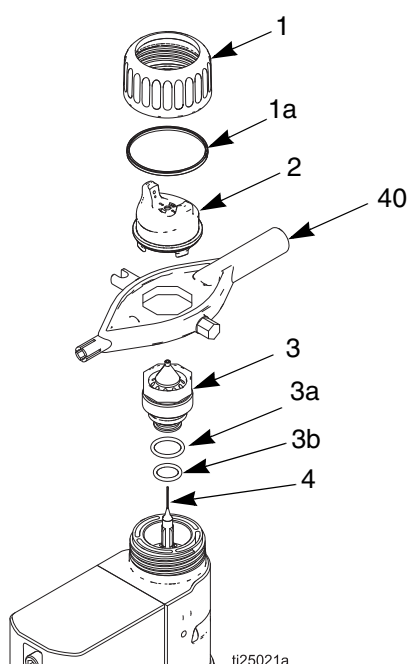

FIG. 29. Sustitución del cabezal de aire/boquilla
2. Retire el anillo de retención (1) y el cabezal de aire (2). Consulte FIG. 29.